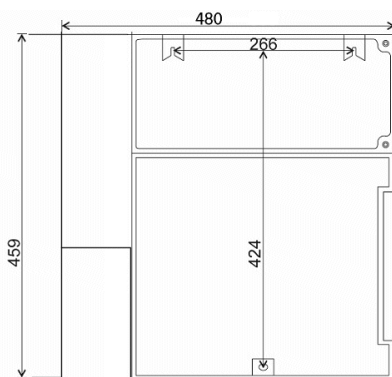

Abbildung 6
2. Bohren Sie die Befestigungsbohrungen wie in Abbildung 6 dargestellt.